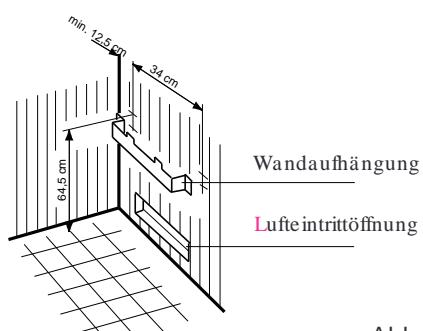

Abb. 2
1. Wandhalterung gemäß Abb. 2 + 3 mittig über Lufteintrittöffnung mit den beigelegten Spanplattenschrauben an der Kabinenwand festschrauben. Hierbei beachten, dass der seitliche Abstand zwischen Saunaheizgerät und Kabinenwand mindestens 7 cm betragen muss.